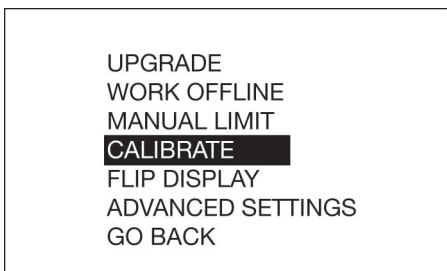

Fig. 17
4. Utilice las flechas ARRIBA y ABAJO del panel de navegación para seleccionar CALIBRATE (Calibrar) (Fig. 17).